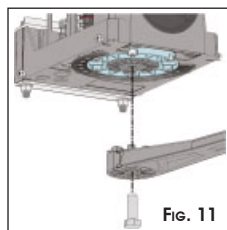

Fig. 11
⑥ Monter le bras droit (Fig.11) avec la vis spécifique fournie.